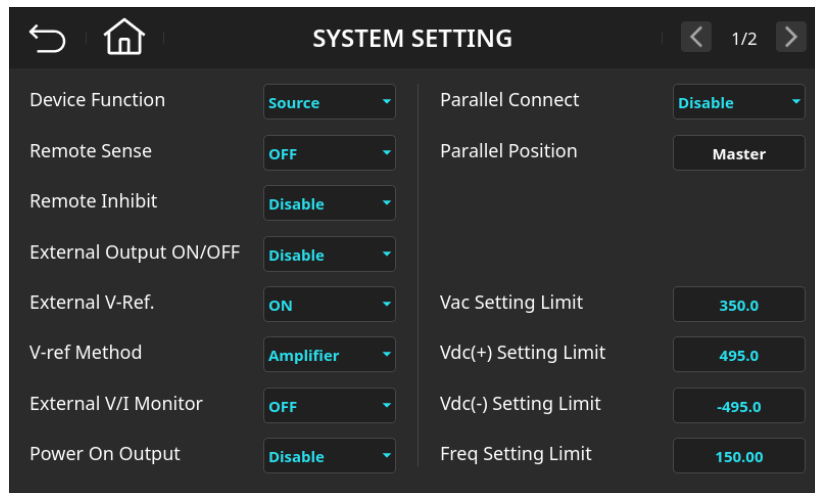

图 6-6 系统功能设定页面(External V-Ref.=ON, V-ref Method=Amplifier)
3. 选择 "Amplifier" 后，如图 6-6，点击首页键 。